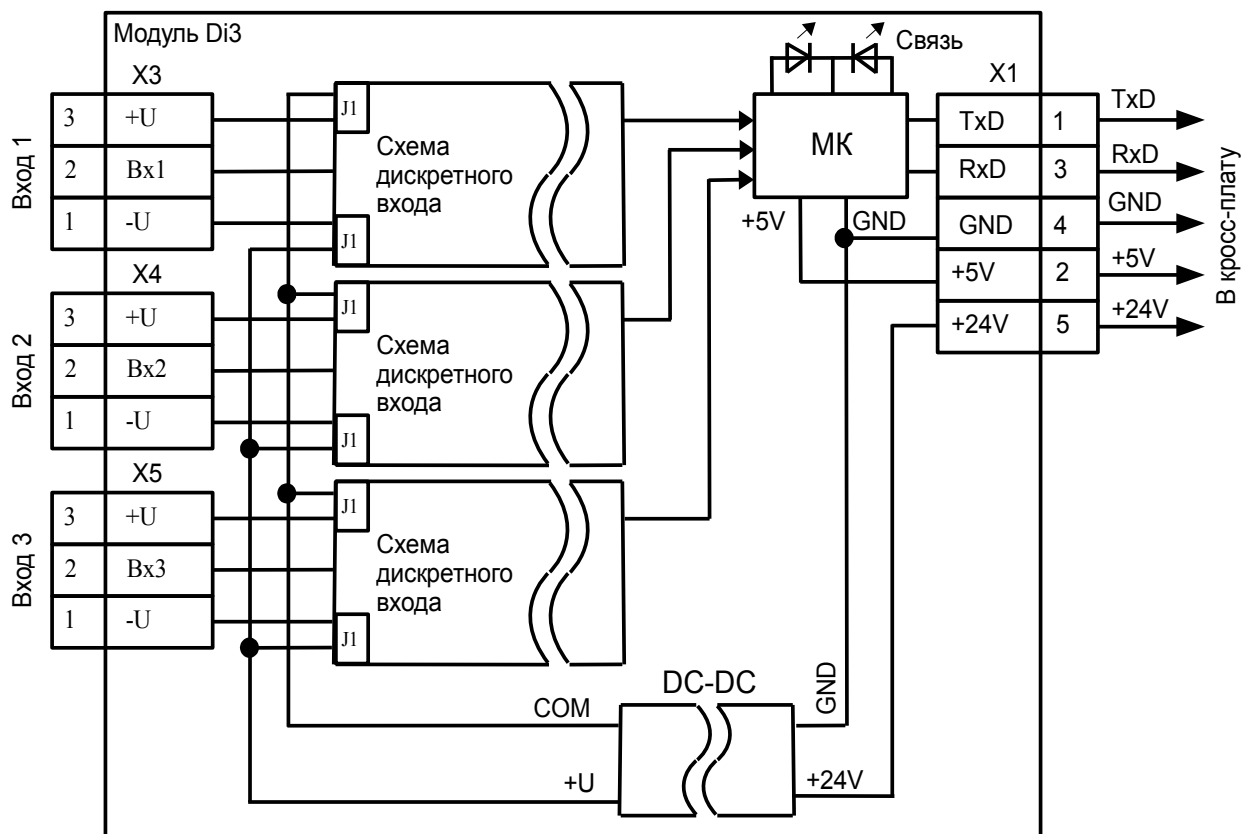

Рисунок 1 - Функциональная схема модуля Di3
4.1 Модуль представляет собой микроконтроллерное устройство (Рисунок 1), конструктивно выполненное на одной печатной плате. Плата содержит микроконтроллер МК, элементы дискретных входов с оптоэлектронной развязкой и групповой изолирующий источник питания входов DC-DC.